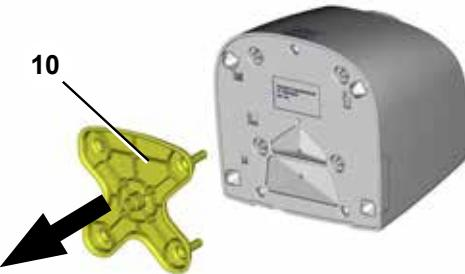

Fig. 2
- ⇒ Dra ut och avfallshantera transportsäkringen (10, Fig. 2) på apparatens undersida.